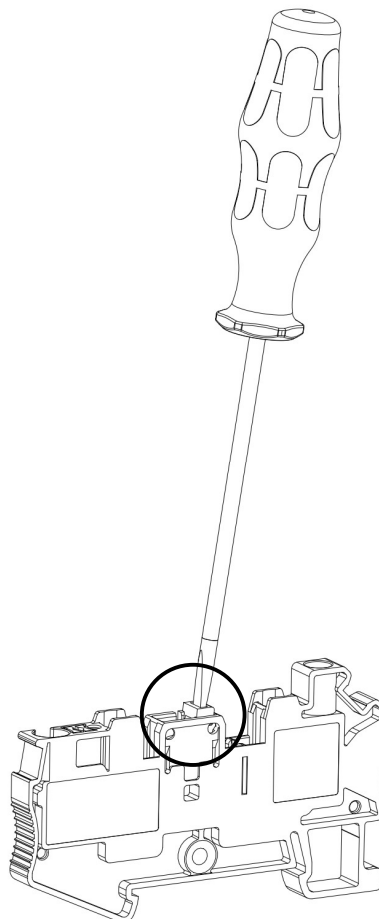

Рисунок 34 – паз ножевого размыкателя в измерительных клеммах РТУ (-МТ)
- Для изменения положения ножевого размыкателя установите отвертку в паз размыкателя (рис. 34).